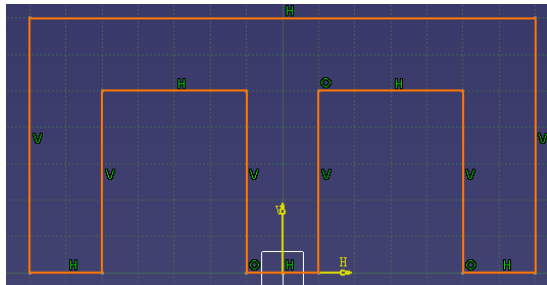

图 3-1
(1) 选择菜单中 Start → Mechanical Design → Part Design。
(2) 选择 xy Plane → Sketcher (  ) 后，用 Profile 画图形如图 3-1。